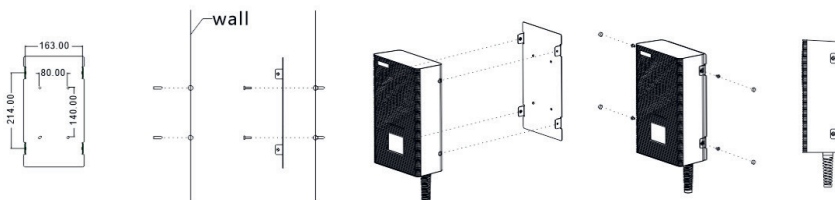

Fig. 3 : plan de montage pour le support de la borne de recharge TELESTAR EC 311 S
6.1.1 Pour le modèle TELESTAR EC 311 S - Percez 4 trous de montage de 5 mm de diamètre et de 50 mm de profondeur, espacés de 140 mm x 80 mm, à la hauteur appropriée, comme indiqué dans la figure 3. Fixez ensuite la plaque de montage au mur à l'aide des chevilles et des vis (M5 * 30) fournies dans l'emballage.